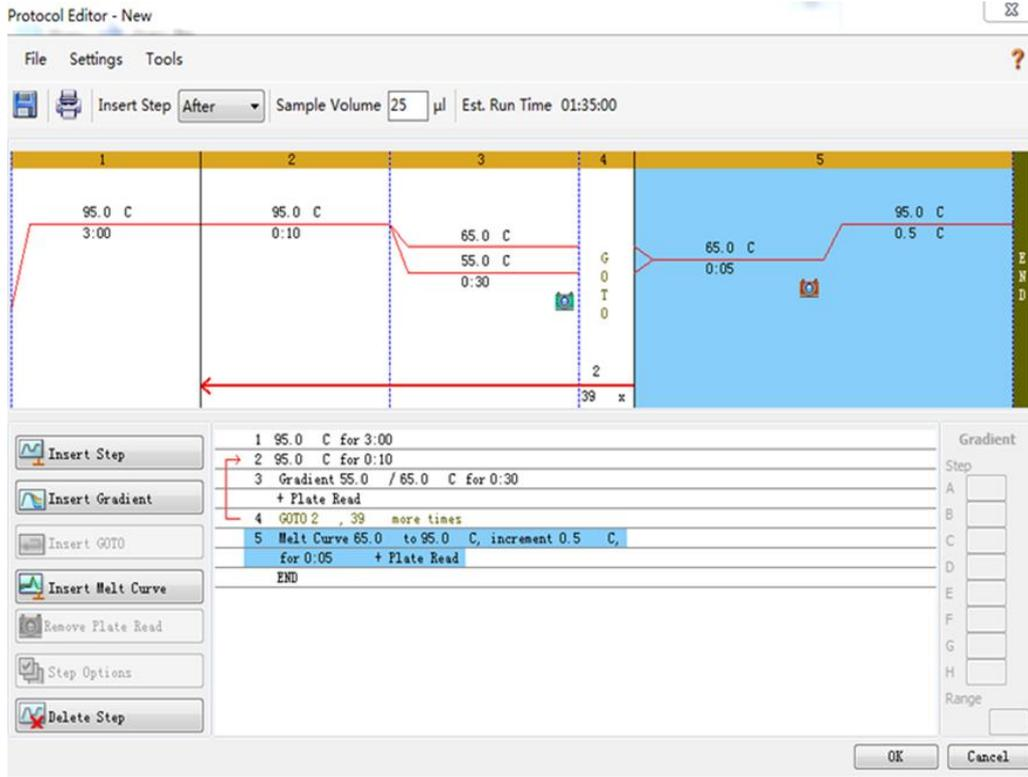

Figure 5
- 在左窗格中，单击“Insert Melt Curve”。新的熔解曲线步骤在图形和轮廓窗格中突出显示 (Figure 5)。